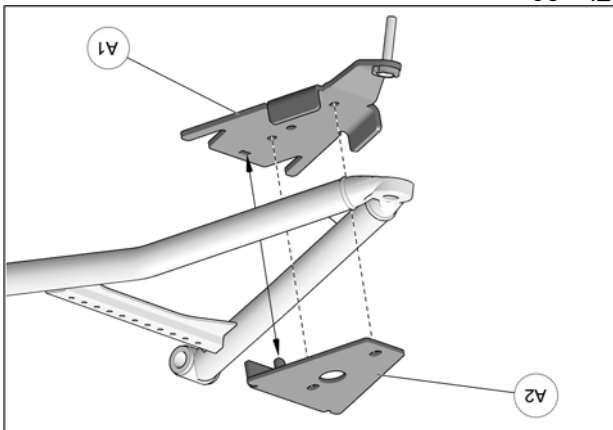

Fig. 26
9. Positionner la partie inférieure de l'ancrage anti-rotation (A1) sous le bras de suspension inférieur et la partie supérieure (A2) au-dessus. Aligner les trous de la partie supérieure à ceux de la partie inférieure et insérer le tenon de la partie supérieure dans la mortaise de la partie inférieure. Fig. 26